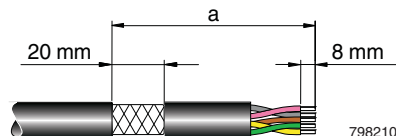

Abb. 7-8 Geschirmte Leitung anschließen
- Isolieren Sie den Außenmantel der Leitung ca. 20 mm im erforderlichen Abstand vom Leitungsende ab (a in Abb. 7-8). Der erforderlichen Abstand a hängt vom Abstand zur Sammelschiene ab.